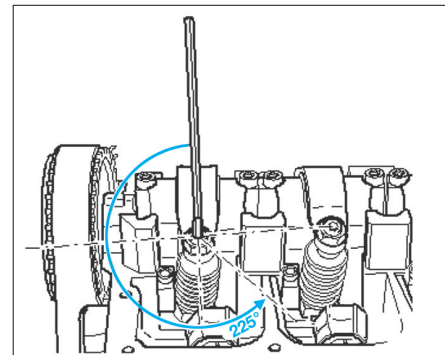

Fig. 38
- Dévisser la vis de réglage de 225° à partir de la butée comme illustré (Fig.38).